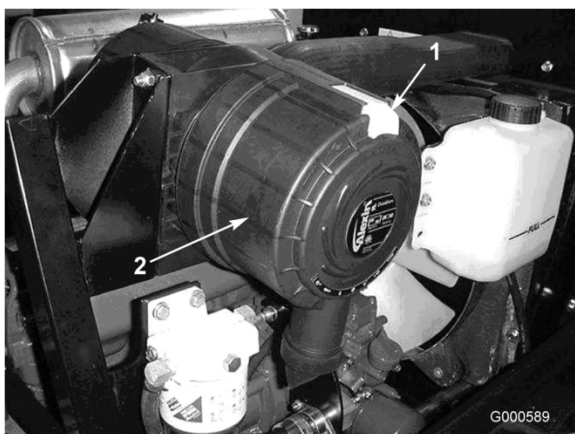

Bild 28
1. Ziehen Sie den Riegel nach außen und drehen Sie die Luftfilterabdeckung nach links (Bild 28).